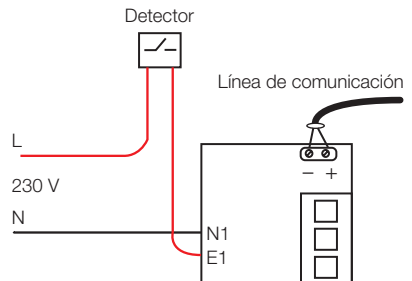

Fig. J19-004: esquema de los módulos de salidas y entradas.
- Unos pulsadores que gobiernan una misma carga pueden conectarse en paralelo (ver fig. J19-004 en pág. anterior).